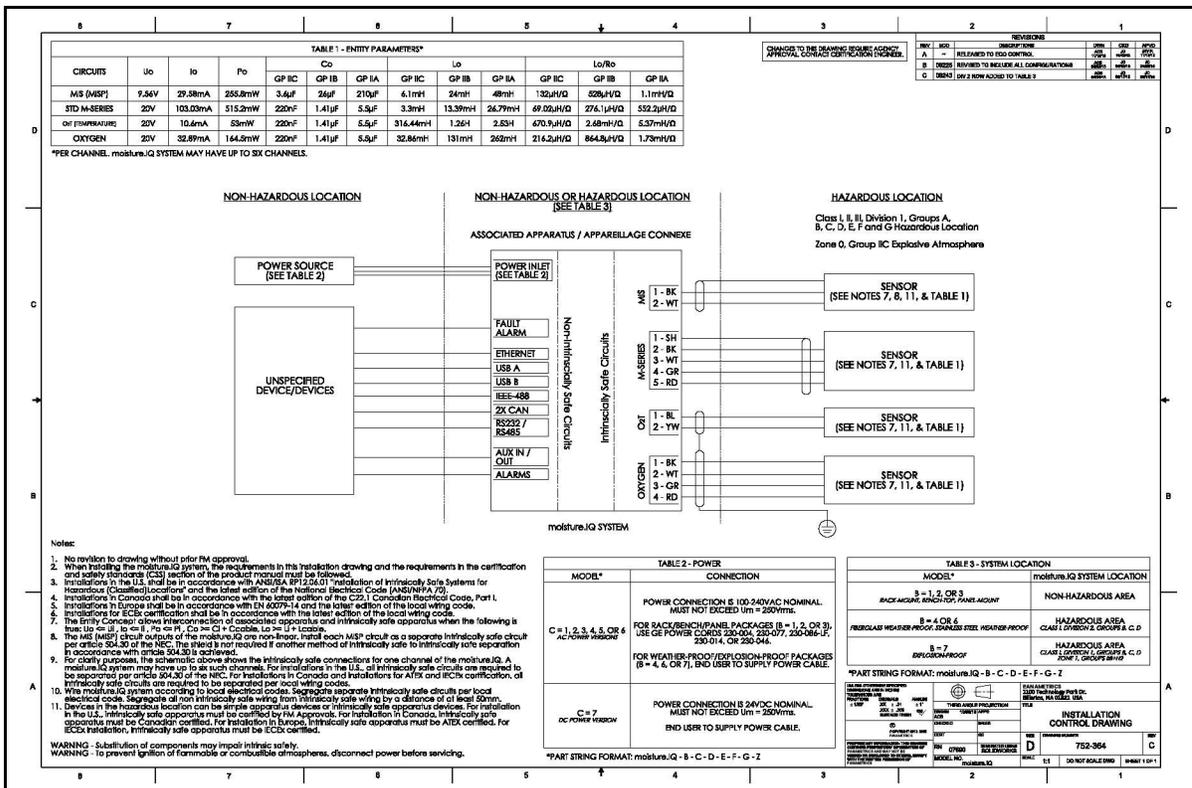
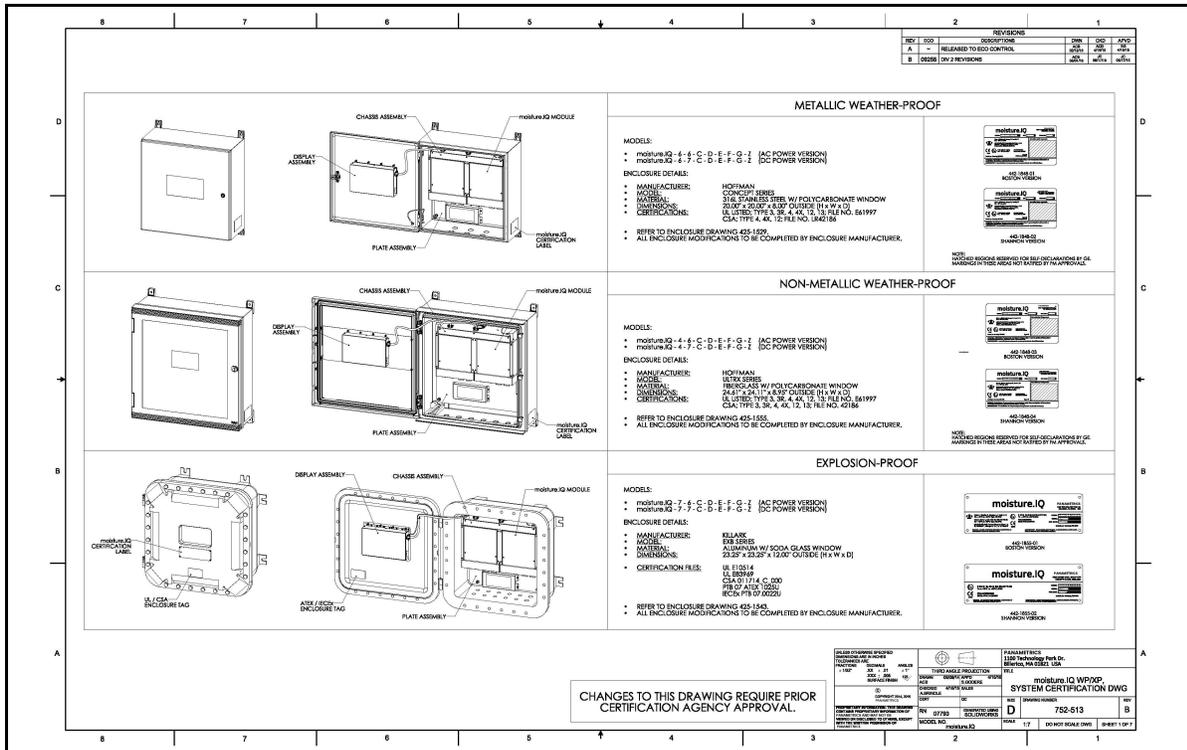
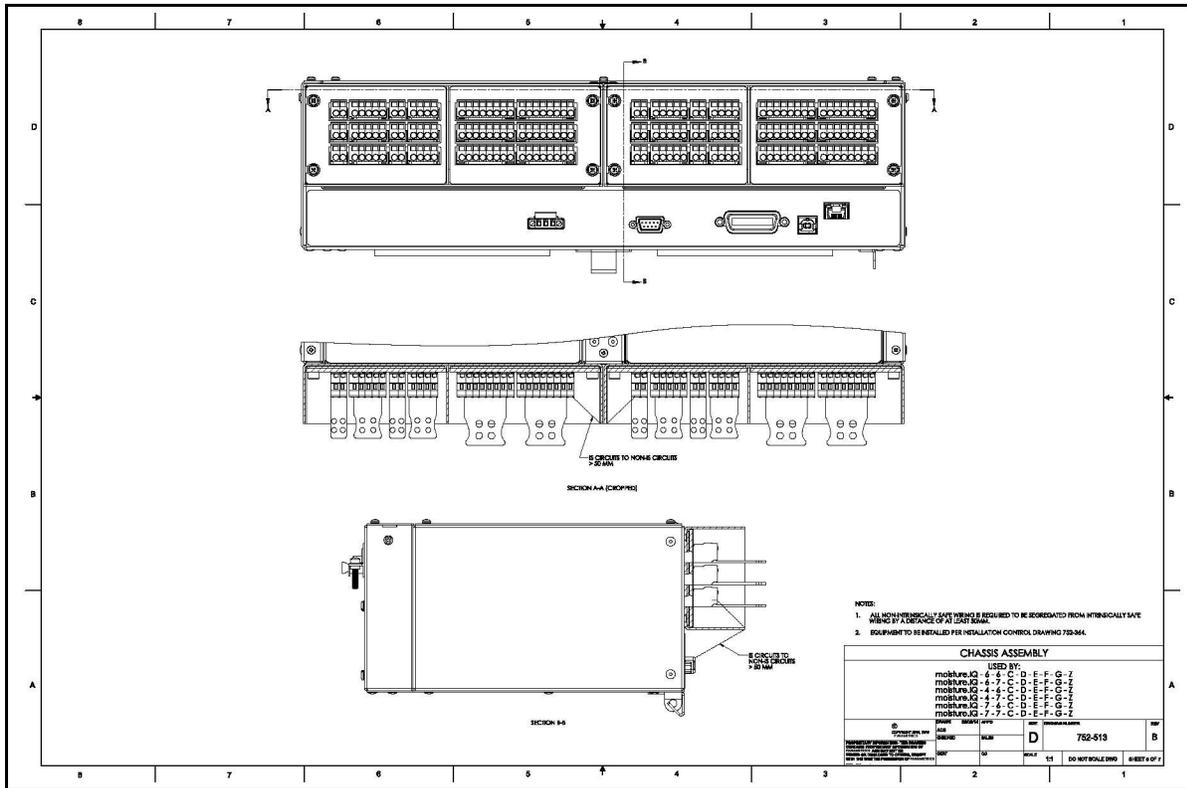

Abbildung 1: Gestell-/Tisch-/Tafelmontage-Version – kontrollierte Installationszeichnung (Zeichnung 752-364_revC, Blatt 1 von 1)
Abbildung 2: Systemzertifizierungszeichnung für wetter-/explosiongeschützte Version (Zeichnung 752-513_revB, Blatt 1 von 5)
Abbildung 6: Gehäuse-Baugruppe (Zeichnung 752-513_revB, Blatt 5 von 5)
- Die Installation muss für die Gestell-/Tisch-/Tafelmontage-Version gemäß der *kontrollierten Zeichnung 752-364* (siehe *Abbildung 1* unten) und für die wettergeschützte Version mit Edelstahlgehäuse, wettergeschützte Version mit Glasfasergehäuse sowie die explosionsgeschützte Version gemäß der *Zeichnung 752-513* (siehe *Abbildung 2 auf Seite 2 bis Abbildung 6 auf Seite 4*) erfolgen.